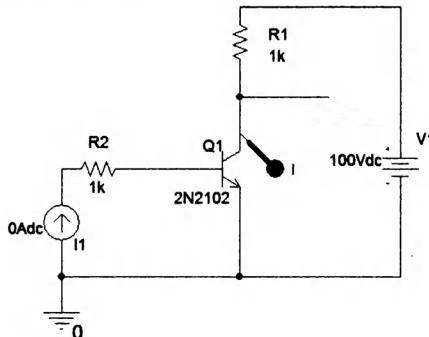

Рис. 2.30. Схема измерения вольтамперных характеристик
3. Собираем схему (рис. 2.30) и устанавливаем маркер тока. Для этого в схеме надо сделать *pin* (короткий вывод) на коллекторе. Маркер надо соединить с выводом коллектора транзистора.
В схеме (см. рис. 2.30) установим постоянный ток базы источника  $I_1$  равным 200 мА. Установим профиль моделирования Bias Point и сделаем его активным. Возможно этот профиль уже существует в менеджере проекта и был установлен по умолчанию, так как информация о точке смещения доступна для всех типов анализа, кроме DC Sweep.